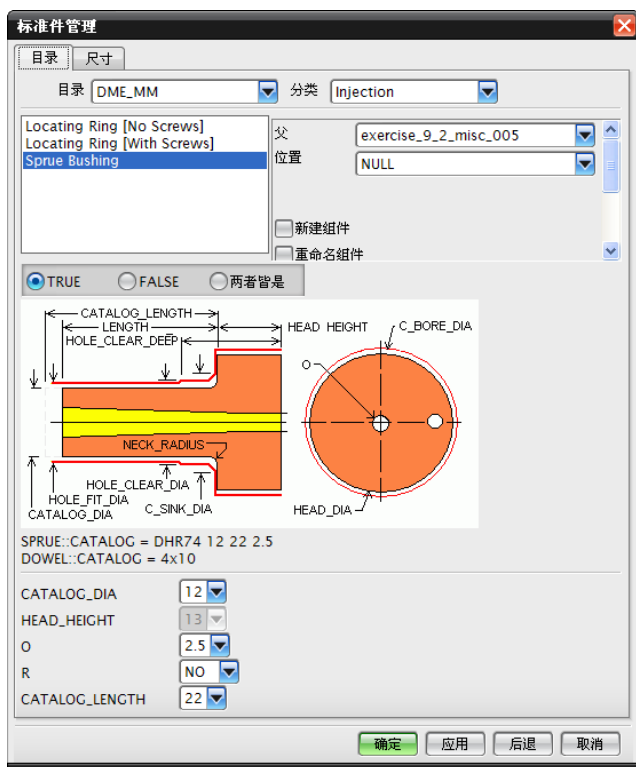
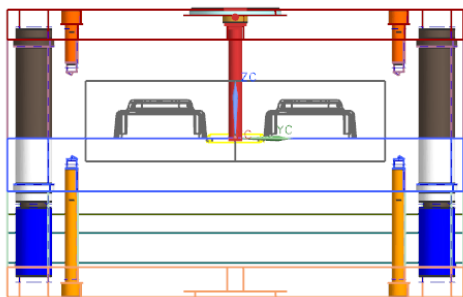

图 9-90 【标准件管理】对话框
图 9-91 创建浇口套
(1) 单击 MoldWizard 工具栏中【标准部件库】按钮，弹出如图 9-90 所示【标准件管理】对话框。
(2) 在如图 9-90 所示【标准件管理】对话框中，选择标准部件 Sprue Bushing，在尺寸选项部分修改 HEAD_DIA=22，CATALOG_LENGTH=100，默认系统其他参数。
(3) 在如图 9-90 所示【标准件管理】对话框中单击【应用】按钮，系统创建浇口套，如图 9-91 所示。